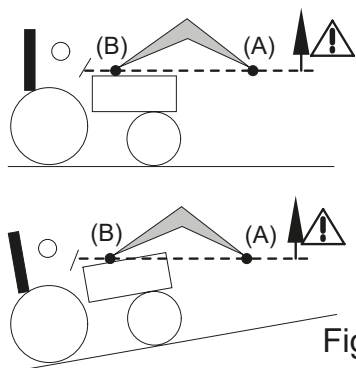

Fig. 2
- Durante la operación de elevación y durante el desplazamiento, no aparte la vista de la carga a partir del momento en que el punto de pivote del implemento (A) sobrepase la horizontal del punto de pivote de la pala cargadora (B) [consulte la fig. 2]. Si es necesario, corrija la posición del implemento para que la carga no se dirija nunca hacia el conductor [consulte la fig. 3].
⚠ PELIGRO: Si la carga no está bien asegurada, el operario corre el peligro de que la carga se caiga cuando el punto de pivote del implemento (A) sobrepase la horizontal del punto de pivote de la pala cargadora (B) [consulte la fig. 2].
⚠ PELIGRO: Queda prohibido hundir la pala cargadora cuando el punto de pivote del implemento (A) sobrepase la horizontal del punto de pivote de la pala cargadora (B) [consulte la fig. 2].